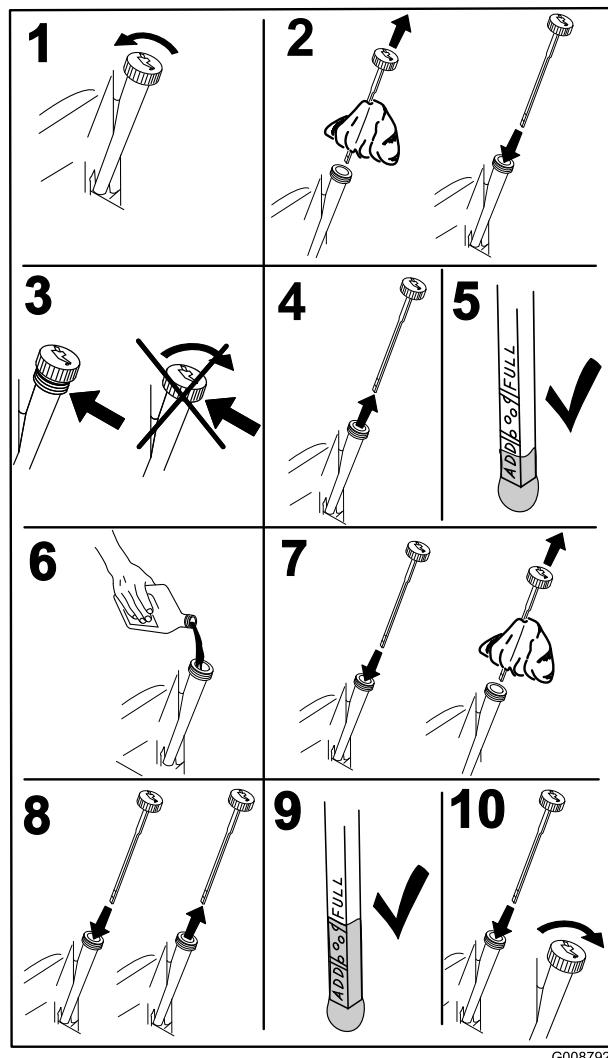

Figura 37
3. Para que no entre suciedad, recortes de hierba, etc., en el motor, límpie la zona alrededor del tapón de llenado/varilla de aceite antes de retirar éste (Figura 37).